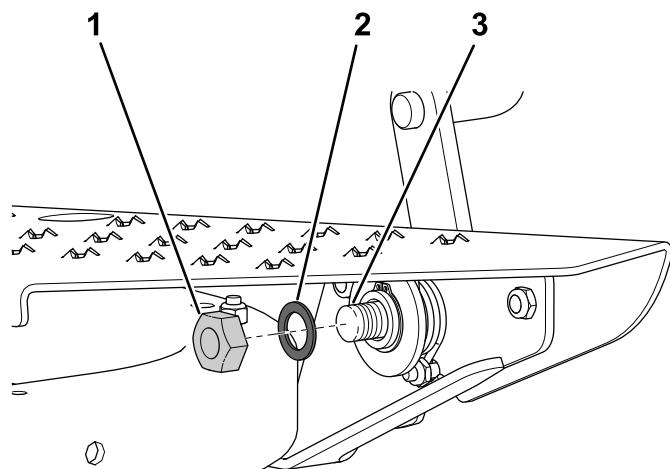

Рисунок 21
9. Прикрепите педаль блокировки к подножке и ступице в сборе с помощью плоской шайбы ($\frac{5}{8}$ x 1 дюйм) и контргайки ($\frac{5}{8}$ дюйма); см. Рисунок 21.